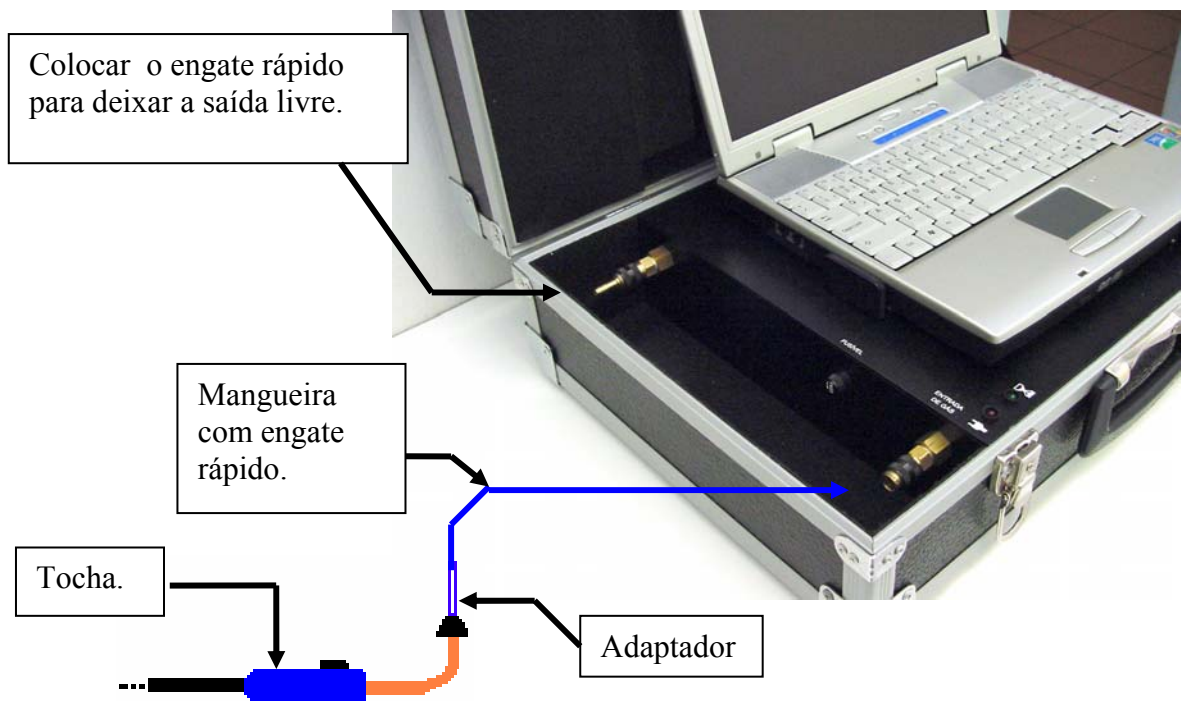

Fig. 7b: Conexões para medição na ponta da tocha.
b) Ou fazer a medição do gás direto no bico da tocha. É uma opção bem mais simples, porém, naturalmente, não permite a medição durante a soldagem. Ver Fig. 7b.